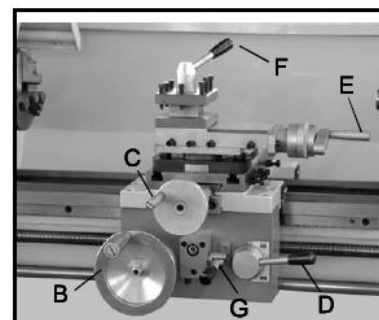

Рис.15
10. Продольная подача (В, Рис. 15)
11. Маховик поперечной подачи (С, Рис. 15)
12. Рукоятка маточной гайки (D, Рис. 15)
13. Рукоятка перемещения верхних поворотных салазок суппорта (E, Рис. 15)
14. Зажимная рукоятка резцедержателя (F, Рис. 15)
15. Переключатель подачи по осям (G, Рис. 15)
Поверните рукоятку (G, Рис. 15) влево и вниз, чтобы включить поперечную подачу. Поверните рукоятку вправо и вверх, чтобы включить продольную подачу.